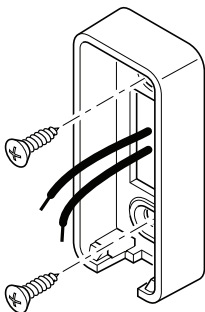

Figura 2 - Fije la parte de atrás a la pared
2. Inserte los cables a través del agujero en el centro de la placa posterior del botón. Fije la parte posterior a la pared con los tornillos que se proporcionan (vea la Figura 2).